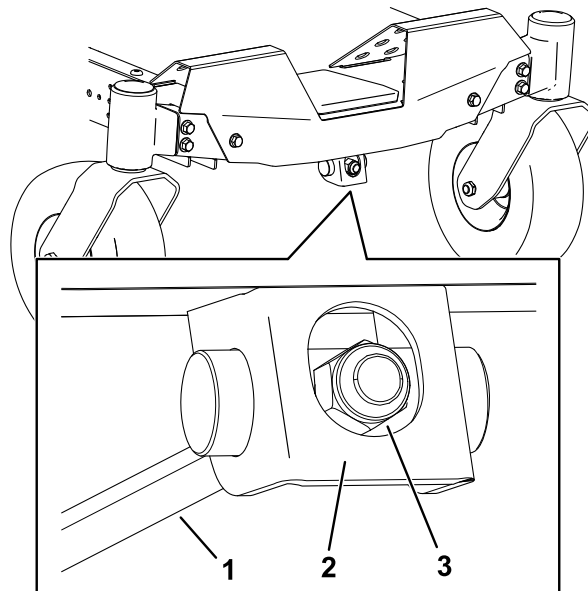

Figure 69
1. Tournez l'écrou de réglage à l'avant de la tondeuse (Figure 69).